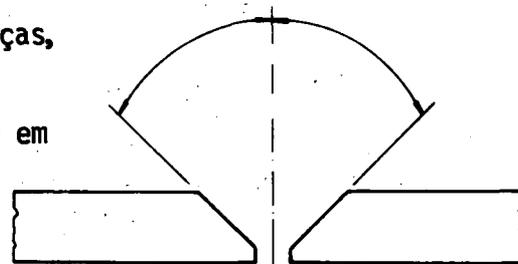

Fig. 1
- 1) O chanfro deve ter em ambas peças, a mesma inclinação (fig. 1).